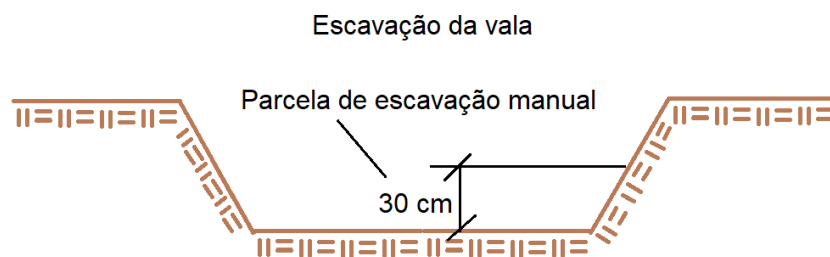

Figura 21: Escavação da vala.
**Detalhes e etapas construtivas** de execução das sapatas são um tema recorrente em concursos, principalmente os procedimentos listados na NBR 6122. A execução das fundações superficiais se inicia com a **escavação do terreno**. De acordo com a NBR 6122, caso esta etapa seja executada com auxílio de maquinário, o uso destes **equipamentos** deve ser **encerrado** ao se atingir uma profundidade que esteja a **no mínimo 30 cm acima da cota de assentamento da fundação**. O restante da escavação deve ser realizado manualmente (Figura 21).